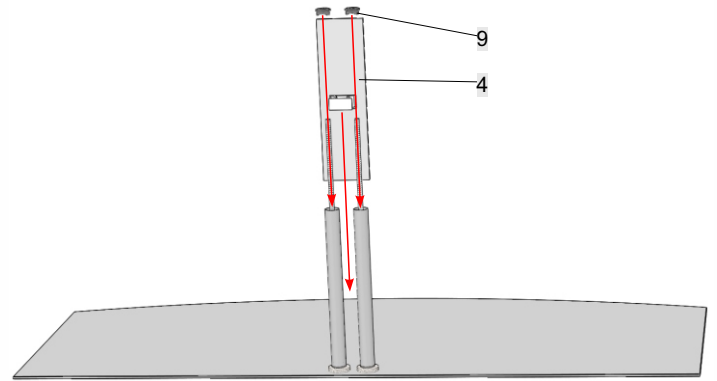

Рис. 4
4. Между трубами (**7**) пропустить фиксатор **детали 4** (см. рис. 4). Сверху на трубы (**7**) наложить узлы разрыва (**9**).